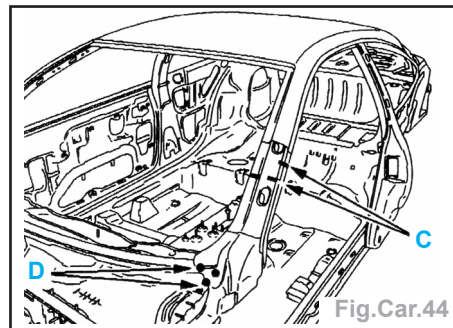

Fig.Car.44
- Solder par cordons successifs au MIG suivant **C**, meuler les cordons (Fig.Car.44).